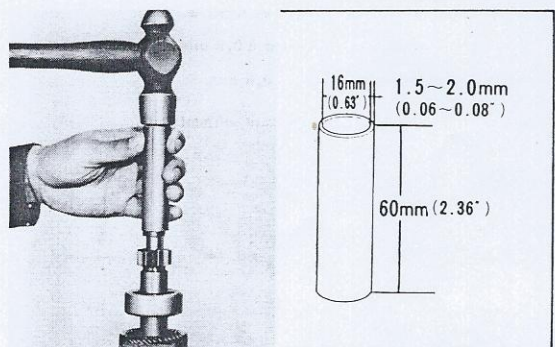

Fig. 6-7 Dépose de la roue libre de lanceur.
8. Déposer l'induit (3) et la fourchette de lanceur (4) du carter de lanceur.
- Pour déposer la douille d'arrêt de roue libre de lanceur, réaliser un outil comme celui représenté dans la Fig. 6-7 et chasser la douille d'arrêt de roue libre en direction de la roue libre, à l'aide de cet outil.